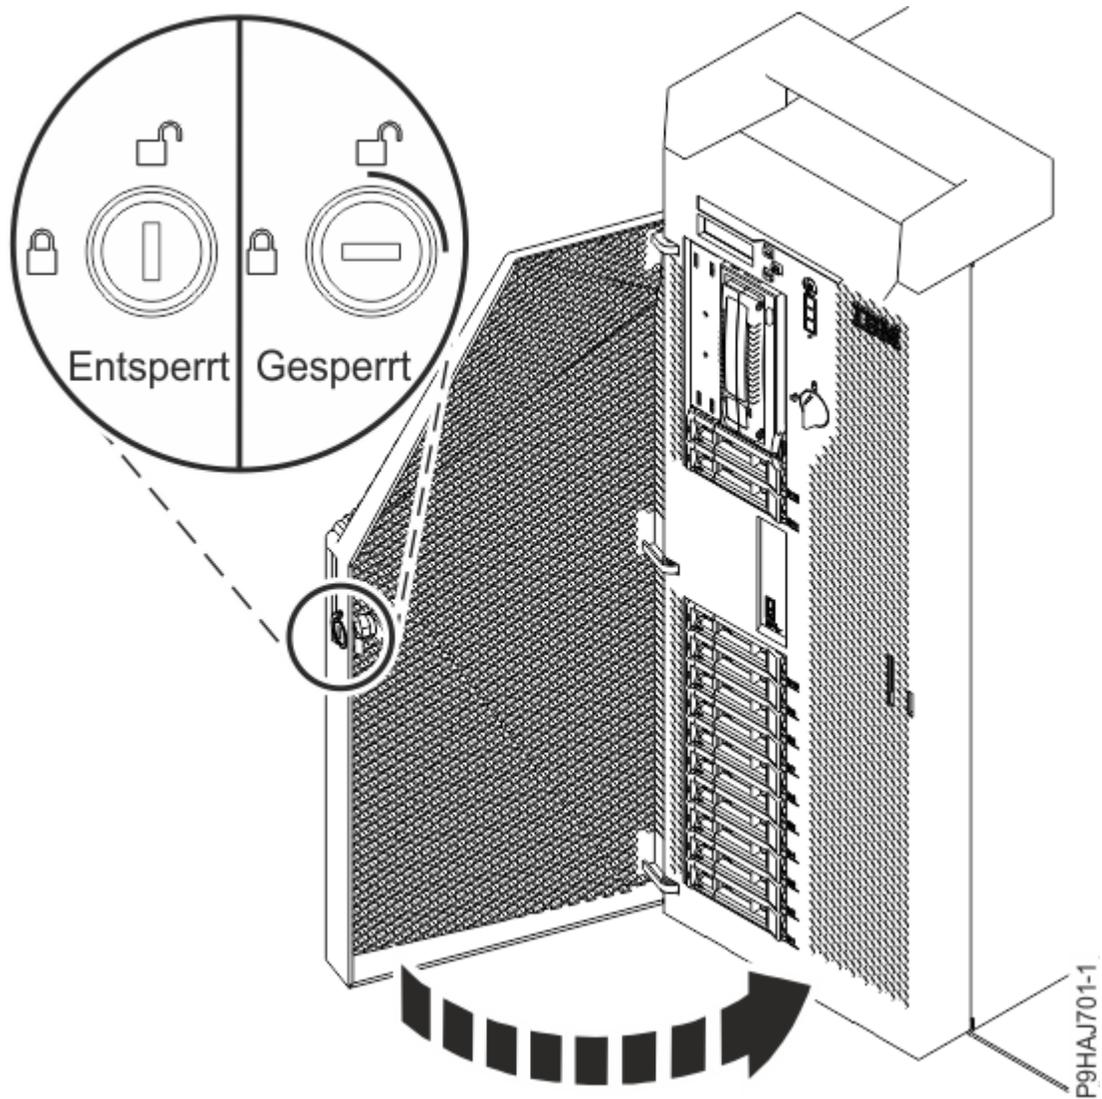

Abbildung 15. Vordere Klappe verriegeln
- e) Schließen Sie die vordere Klappe. Stecken Sie den Schlüssel der vorderen Klappe in das Schloss (siehe Abbildung 15 auf Seite 18). Drehen Sie den Schlüssel nach rechts (im Uhrzeigersinn), um die Klappe zu verriegeln. Horizontal bedeutet, dass die Klappe gesperrt ist; vertikal, dass sie entsperrt ist.